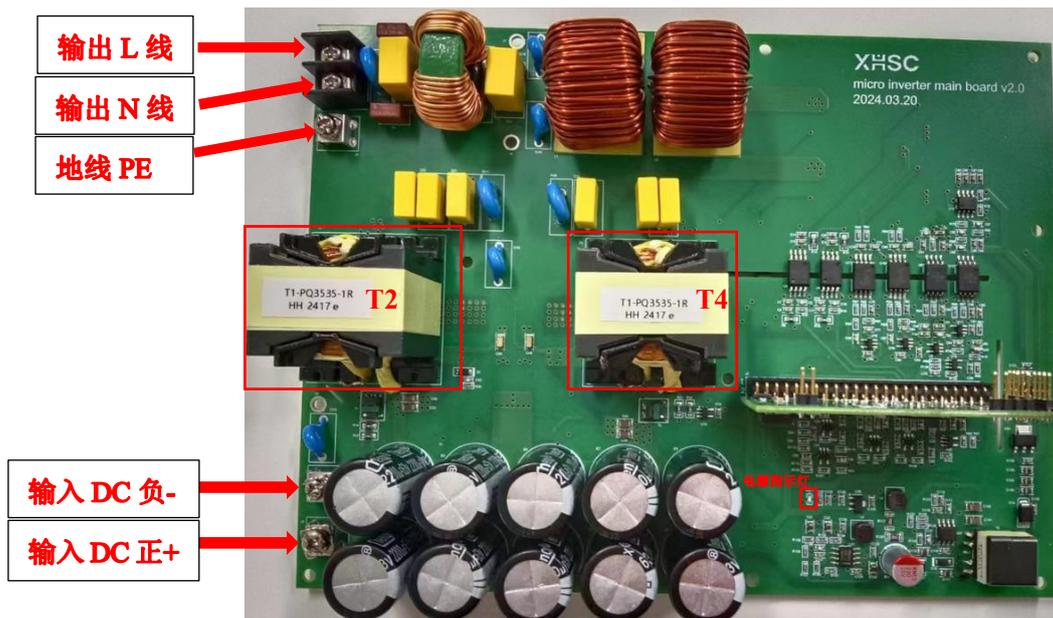

图 1 微逆实物图
1. 按原理图或下图接线，连接输入 DC 电源（注意正负极，如图 1 中标注“输入 DC 电源正+”和“输入 DC 电源-”）和输出 220V 电网（如图 1 中标注“输出 L 线”，“输出 N 线”以及“地线 PE”）。
2. 开启 DC 源，输入范围 25~60V，①根据需要设置 MPPT 模式参数：MPPT 点功率设置在 500W 以内，MPPT 点设置在 28~50V；②如果没有 MPPT 功能，需对 DC 源限压限流设置；③或直接接入符合电压范围及功率范围的光伏板。